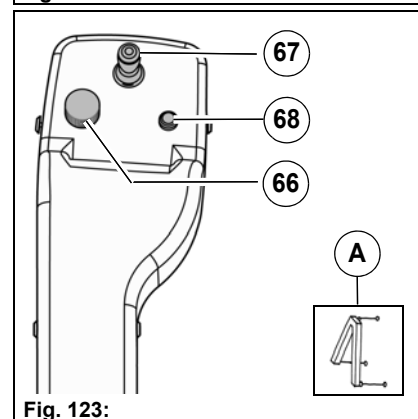

Fig. 123:
1. Passer en mode travail en actionnant la touche Hako **Fig. 123-68**. Les pédales d'accélérateur doivent être en position neutre. Le symbole d'information Mode travail triangle d'attelage **Fig. 123-A** s'affiche sur l'écran multifonction.